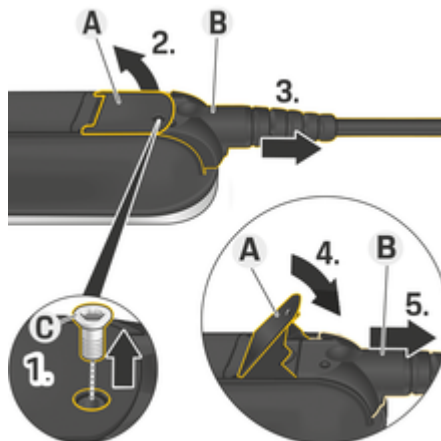

Fig. 228: Deconectarea cablurilor
1. Scoateți șurubul **C** (Fig. 228) cu un instrument adecvat.
2. Ridicați maneta **A** (Fig. 228).
3. Scoateți conectorul **B** (Fig. 228) până când simțiți prima dată rezistență.